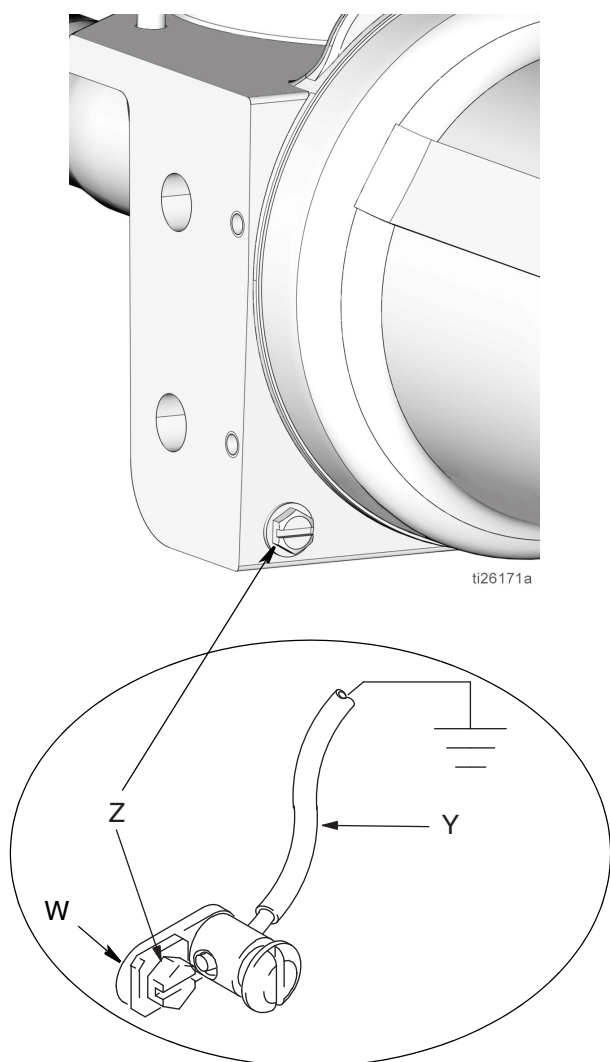

FIG. 2
Per collegare a terra la pompa: Rimuovere la vite di terra (Z) ubicata nella parte posteriore della base della pompa e inserirla attraverso l'occhiello del terminale ad anello (W) al termine del filo di terra (Y). Fissare la vite di terra (Z) di nuovo alla pompa e serrare saldamente. Collegare l'altra estremità del filo di terra a una terra efficace. Vedere FIG. 2.